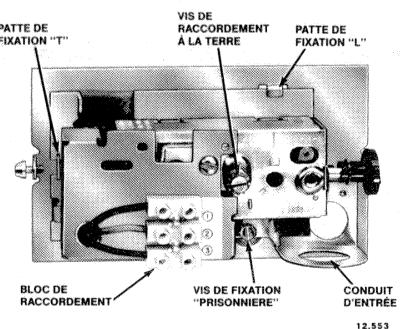

FIG. 2-COUVERCLE OTE.
- Séparer la base de l'ensemble de régulation en agissant sur la vis prisonnière, et en glissant le block régulateur en bas et vers la droite. (Voir Figure 2 & 3).
- Fixer le régulateur à la base en le glissant sous les pattes, et en serrant la vis prisonnière (voir Figure 2).